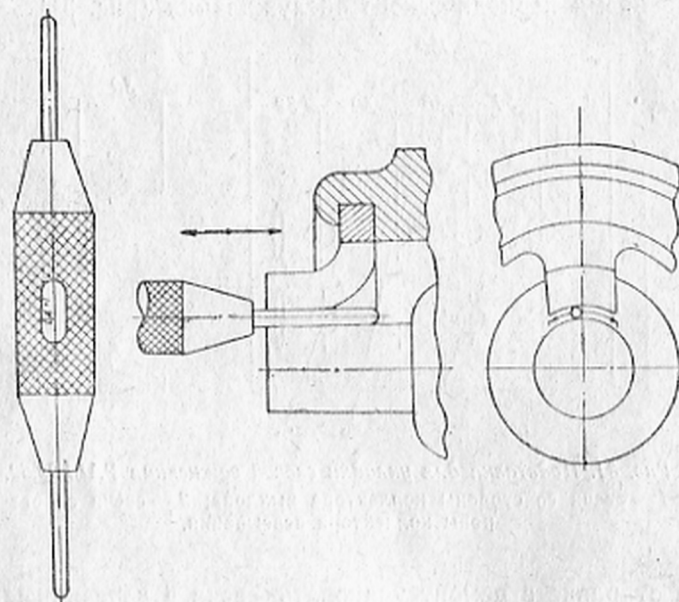

Рис. 32. Контроль расстояния между электродами при помощи щупа.
5. На обработанных и осмотренных свечах произвести проверку зазоров между электродами проволоочным щупом (рис. 32). Зазор должен быть 0,4 мм.